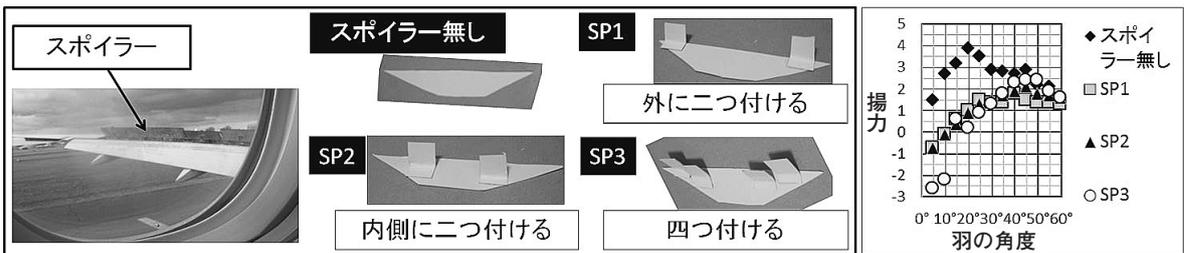

図7 スポイラーの実験
スポイラーは、空気抵抗を増してブレーキの役目をする装置である。スポイラーを付けると揚力がどう変わるかを調べた（図7）。①スポイラーを付けると、揚力は小さくなった。②羽の角度が小さいうちは、羽を下に押し付ける力がはたらいている。③数や付ける位置による違いは、あまりなかった。